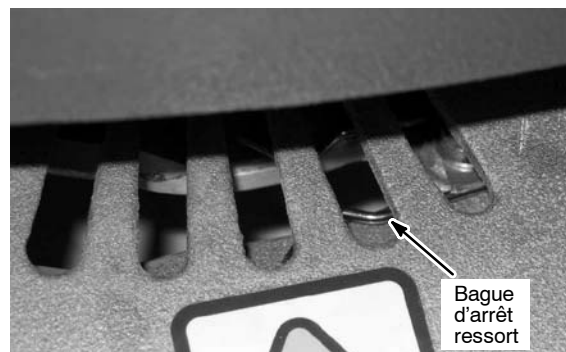

FIG. 8
4. Tournez le moyeu du moteur de brosse jusqu'à ce que la fente du ressort d'arrêt soit visible au travers de la fenêtre de la tête de brossage (Figure 8).